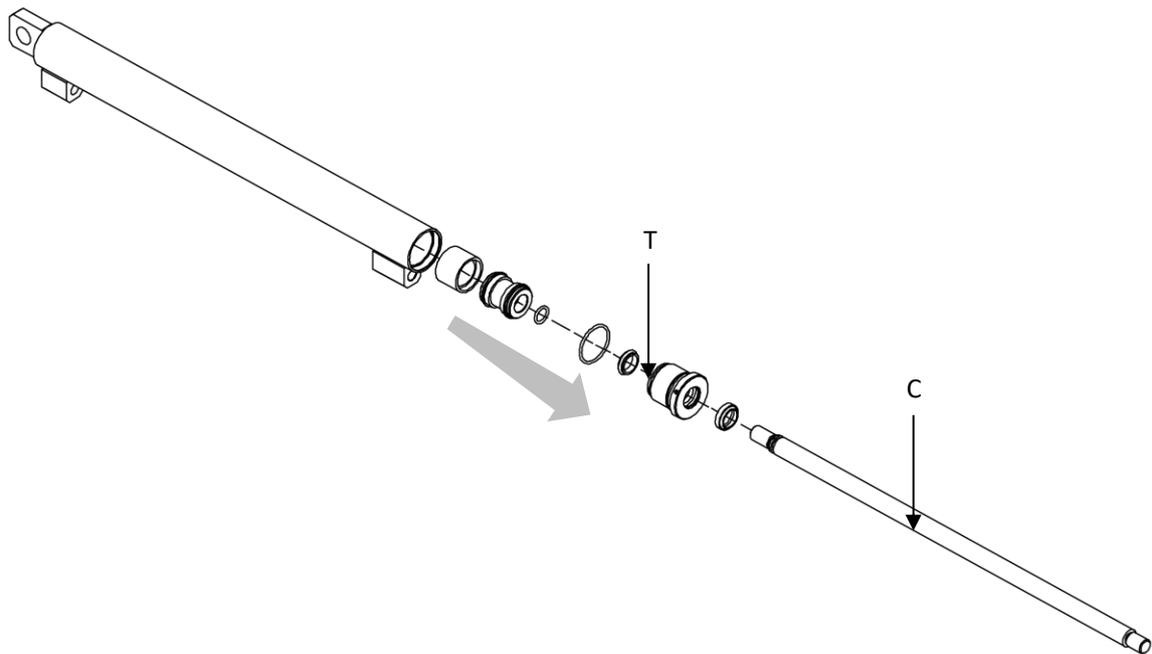

Figura 30
9. Prendere come riferimento la *Figura 30*.